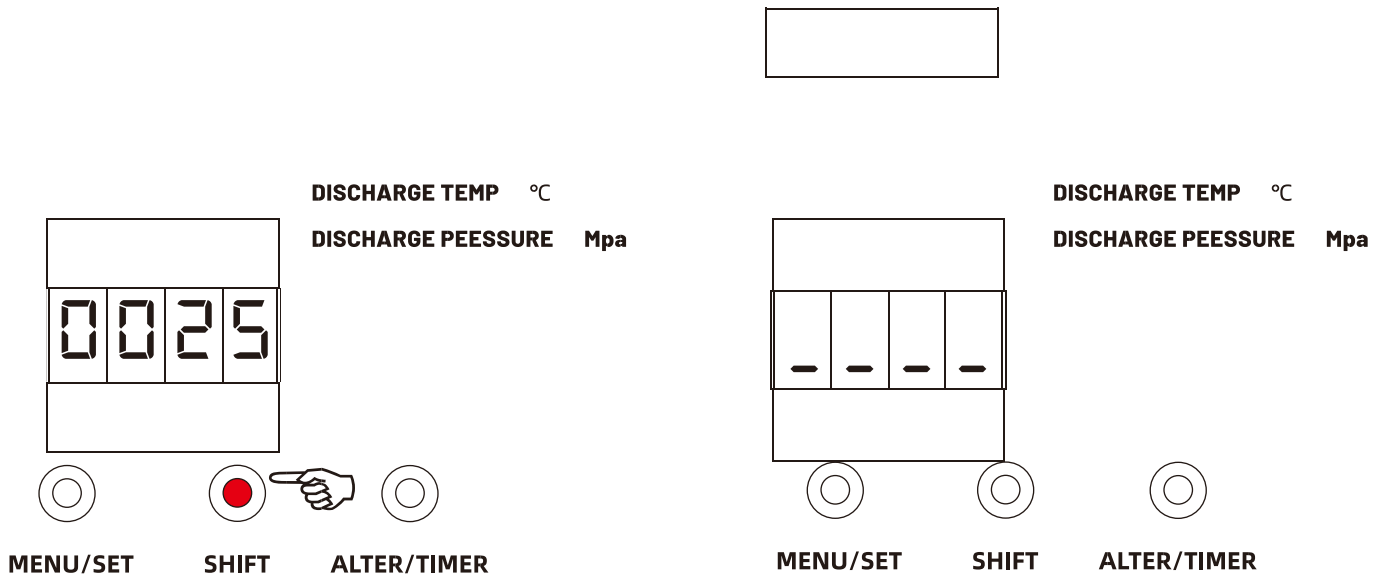

Рис. 28. Подсоединение воздушного шланга
3. Нажмите кнопку (SHIFT) для циклического переключения различных рабочих параметров компрессора/двигателя во время работы агрегата (Рисунок 28).